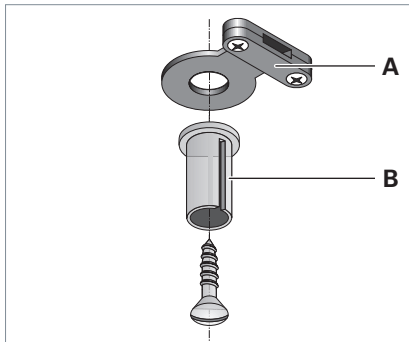

Fig. 3: Deckenbefestiger montieren.
- ▶ Schrauben Sie einen Deckenbefestiger **B** an der Anschlussseite der Leuchte mit der Zugentlastung **A** und einer geeigneten Schraube an die Decke, siehe Fig. 3.
- Klemmen Sie die Anschlussleitung in die Zugentlastung **A**, siehe Fig. 3.
- ▶ Klemmen Sie die Anschlussleitung in die Zugentlastung **A**, siehe Fig. 3.